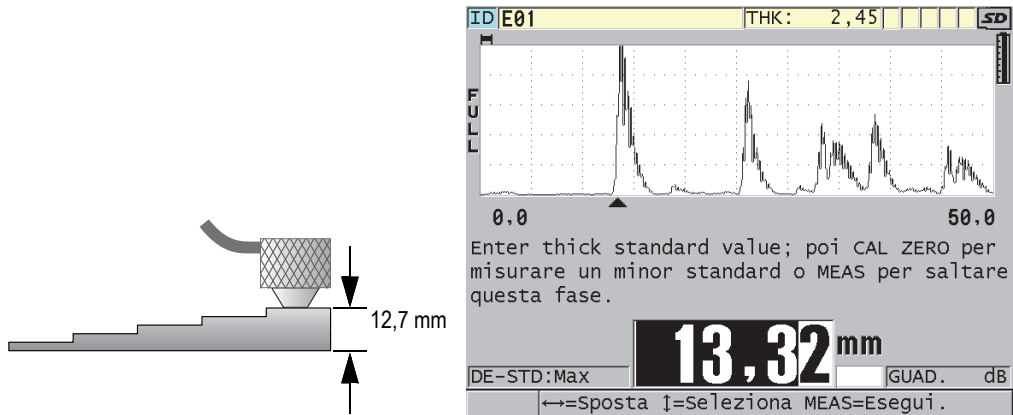

Figura 5-4 Calibratura della velocità di propagazione dell'onda sonora nel materiale mediante un blocco di calibratura da 5 spessori
1. Per effettuare la calibratura della velocità di propagazione dell'onda sonora nel materiale (vedi Figura 5-4 a pagina 86):